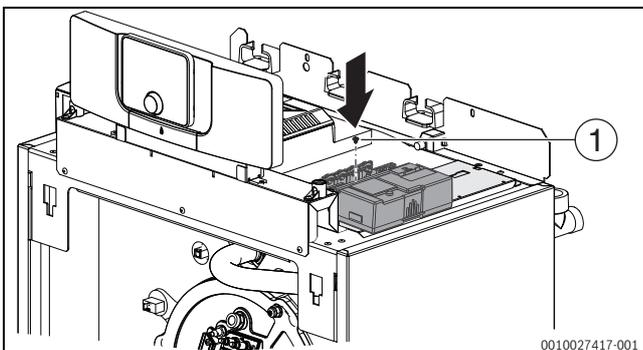

Fig. 34 Avvitamento del modulo funzione
- ▶ Avvitare il modulo funzione con il supporto modulo (→fig. 34).